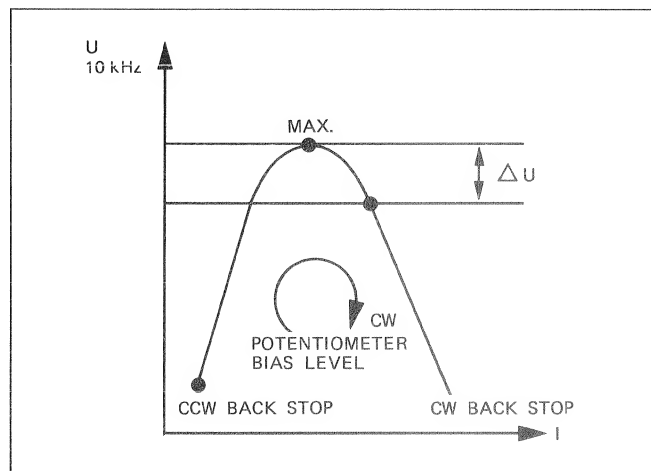

Fig.5.17
Bei der Vormagnetisierungs-Einstellung wird der HF-Strom (bei konstantem NF-Signal) soweit ueber das Empfindlichkeits-Maximum des entsprechenden Bandes erhoeht, bis die NF-Ausgangsspannung um einen bestimmten Betrag, (ΔU) abgesunken ist. -> Fig. 5.17
-> Fig.5.17
Einschub RECORD AMP., CH1: -> Fig.5.17